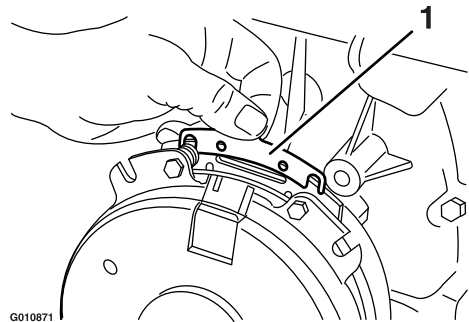

Figure 66
- B. A l'aide d'une pince à becs longs ou avec les doigts, saisissez la languette et déposez la cale (Figure 66).
Cela permet d'assurer un refroidissement et un régime moteur corrects, et réduit les risques de surchauffe et de dommages mécaniques du moteur (Figure 66).